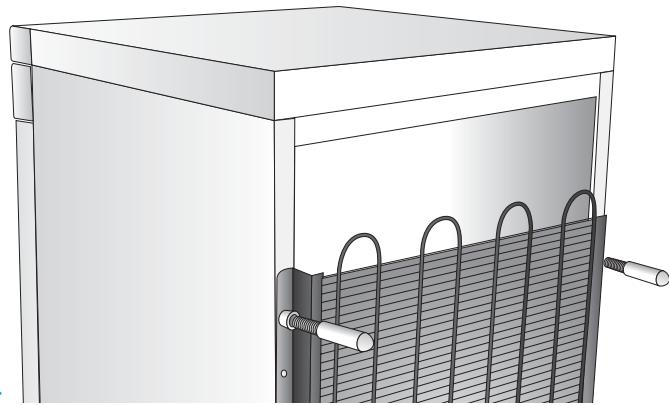

fig. 4
- E) Se l'apparecchio è dotato di distanziali (Fig. 4) applicateli sulla parte superiore del
- E) Se l'apparecchio è dotato di distanziali (Fig. 4) applicateli sulla parte superiore
- E) Если оборудование оснащено распорками (Рис.4) установите их на верхнюю часть
- E) Jeżeli urządzenie posiada przekładki (Rys. 4), to należy je założyć na górną część kondensatora, znajdującego się na tylniej ścianie.
- E) Якщо обладнання має прокладки (рис. 4), встановіть їх на верхній частині